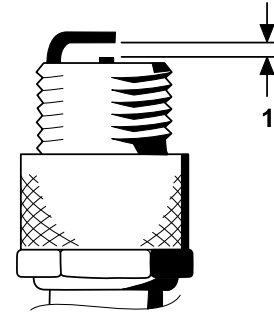

Figura 41
4. Ajuste la distancia entre los electrodos central y lateral a 0,76 mm, tal y como se muestra en la Figura 41).